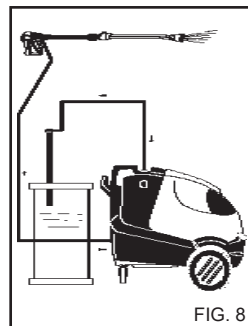

FIG. 8
- 3) Après l'emploi avec du détergent, rincer le circuit d'aspiration ; enfilier le tuyau d'aspiration (fig. 8) du détergent dans un bidon d'eau propre et faire fonctionner la pompe pendant 1 minute avec le robinet de dosage complètement ouvert et la lance en phase de sortie du détergent.
4) Après l'emploi avec du détergent, rincer le circuit d'aspiration; enfilier le tuyau d'aspiration (fig. 8) du détergent dans un bidon d'eau propre et faire fonctionner la pompe pendant 1 minute avec le robinet de dosage complètement ouvert et la lance en phase de sortie du détergent.